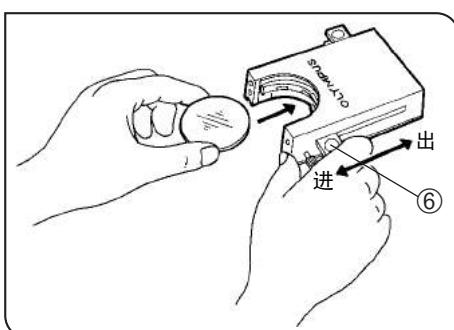

图 17
#### 使用滤色片盒（图17到20）
(图17)
3. 按图17所示，拉住滤色片杆，把滤色片按箭头所示方向插入滤色片盒。